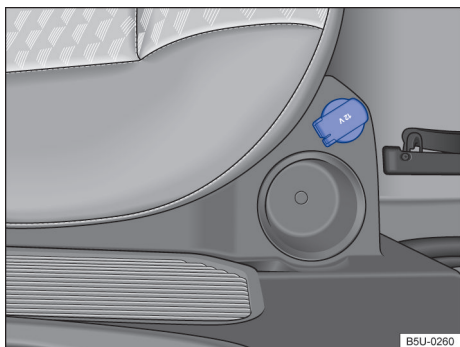

Fig. 122 Na lateral do banco traseiro: tomada 12 V - Nova Saveiro cabine dupla.
- No porta-objetos no lado direito do banco traseiro → Fig. 122.